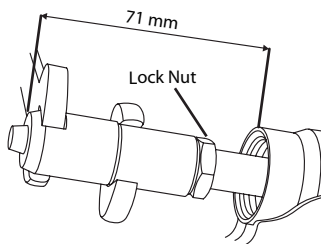

Fig. 04
3. Use jaw spanners SW 17 and SW 15 to unscrew or replace chuck jaws or chuck jaw seats. Remove old chuck jaw from chuck jaw seat and replace (Fig. 04).
4. Do not loosen or remove the lock nut! The distance of 75mm between the tip of the chuck jaw and the casing must be kept, as shown in Fig. 04. Damages due to noncompliance are excluded from the warranty.
3. Use las llaves para fauces SW 17 y SW 15 para desenroscar o cambiar los porta fauces o los soportes de porta fauces. Saque el porta fauces viejo del soporte y cámbielo (Fig. 04).
4. No aflije ni saque la rosca de bloqueo. Debe mantenerse la distancia de 75 mm entre la punta del porta fauces y el chasis, como se muestra en la Fig. 04. Los daños debidos al no cumplimiento quedan excluidos de la garantía.
3. Utilisez les clés plates SW 17 et SW 15 pour dévisser ou remplacer les mâchoires et leurs montures. Retirez les anciennes mâchoires des montures et remplacez-les (Fig. 04).
4. Ne desserrez pas et ne retirez pas le contre-écrou ! La distance de 75 mm entre l'extrémité des mâchoires et le boîtier doit être maintenue, comme indiqué sur la Fig. 04. Les dommages résultants d'un non respect de ces instructions ne sont pas couverts par la garantie.